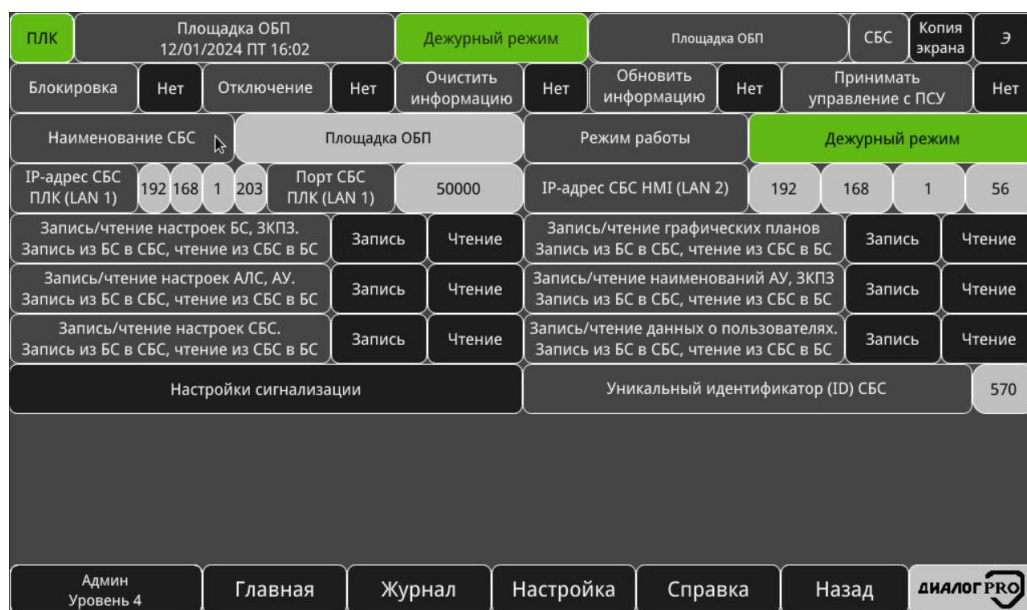

Рисунок 3.95 – Окно СБС «Площадка ОБП»
- «Наименование СБС» – кнопка-индикатор, при нажатии на которую будет отображено окно СБС (рисунок 3.95), цветом отображает текущий режим работы СБС и наименование СБС;
- «Режим работы СБС» – кнопка-индикатор, при нажатии на которую будет отображено окно СБС (рисунок 3.95), цветом и надписью отображает текущий режим работы СБС.